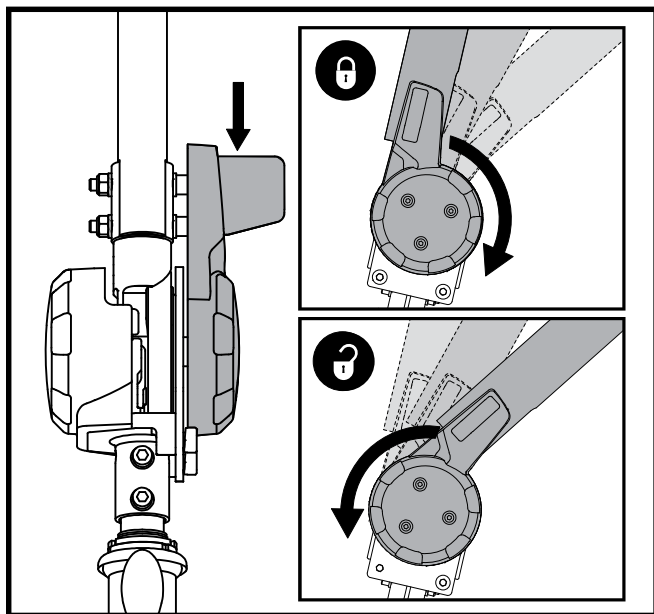

Figura 10. Regolazione manubrio
1. Dopo aver tolto sella e pacco batteria (vedere la “Procedura di Smontaggio” alla pagina precedente), abbassare il manubrio e stringere la manopola di regolazione del manubrio. **Vedere figura 10.**
3. Sollevare il manubrio e stringere completamente la manopola di regolazione del manubrio. **Vedere figura 10.**